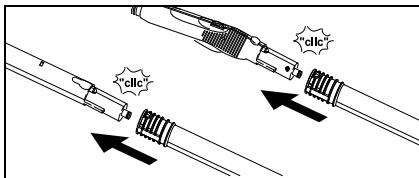

Fig. 7
- Benytt forlengerrøret (G1) etter behov. Ett eller begge forlengerrørene monteres på damppistolen (C1) (se fig. 7). Skyv det nødvendige tilbehøret (D1, E1, F1, H1) inn på den ledige enden på forlengerrøret.